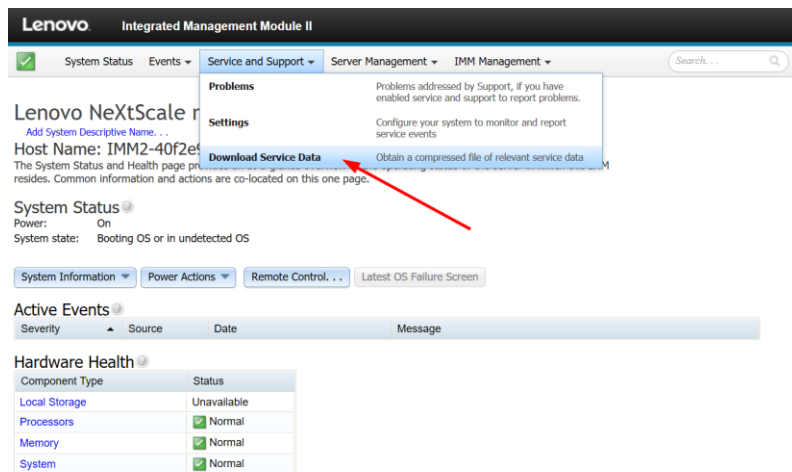

图 8: Integrated Management Module 主页
2. 单击 Service and Support 菜单，然后单击 Download Service Data，如图 8 所示；